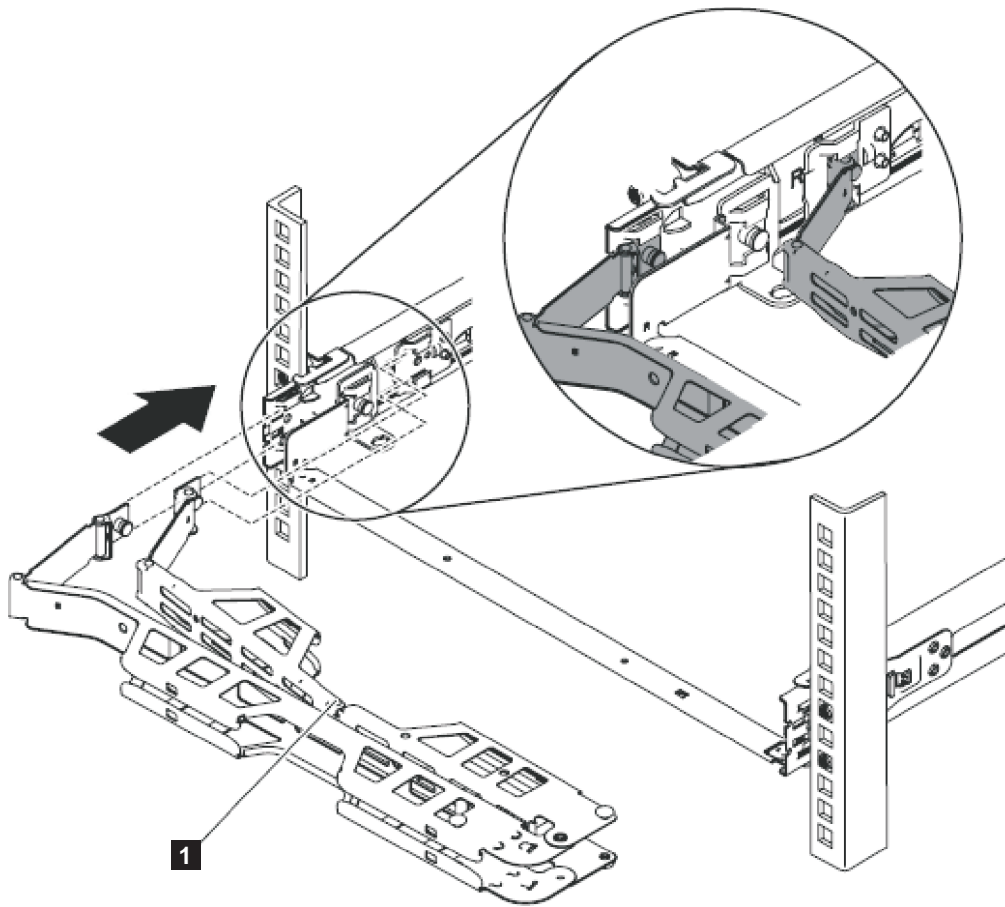

Figura 27. Instalando o suporte para organização de cabos
2. Instale o suporte para organização de cabos, conforme mostrado na Figura 27 na página 31.
Nota: Certifique-se de que as junções no braço, conforme mostrado por **1** na Figura 27, estejam voltadas para o SAN Volume Controller 2145-CG8.